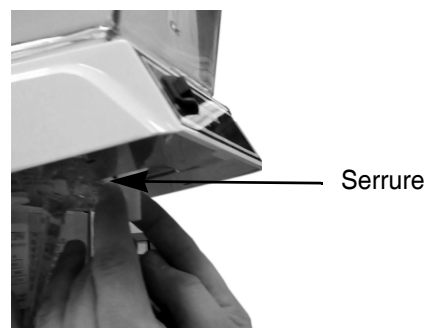

Figure 2 .
2. Saisissez les clips sur la poignée de pousse soutien, comme représenté sur la Figure 2.